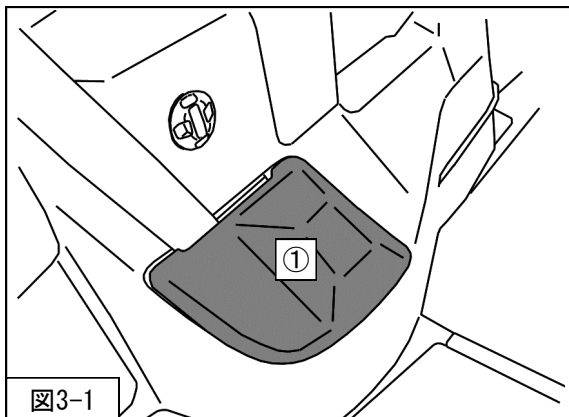

図3-1
2. ①デッキサイドトリムカバーを取外してください。(図3-1)